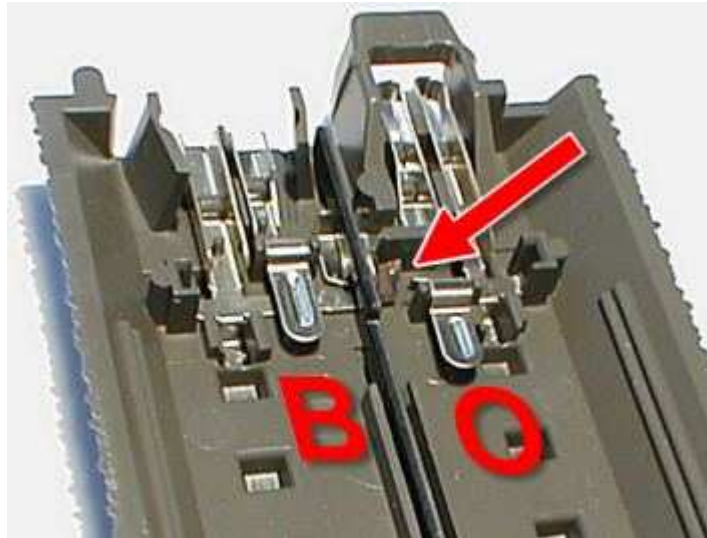

Afbeelding 2.
Wanneer je deze spoorstaaf met een lampje verbindt, die aan de andere zijde met de lichtstroom (L) van de trafo wordt bevestigd, gaat dit lampje branden (zie afbeelding 2).. Dit kan uiteraard ook toegepast worden op een bijv. Viessmann 5217 (S88) bezetmeldmodule.